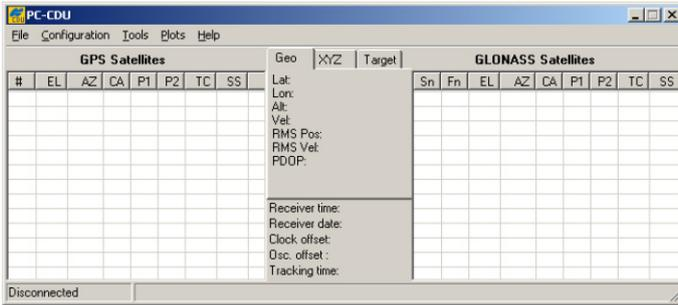

Figura 3-6. Schermata principale di PC-CDU
2. Avviare PC-CDU sul computer. Verrà visualizzata la schermata principale del software PC-CDU (Figura 3-6).